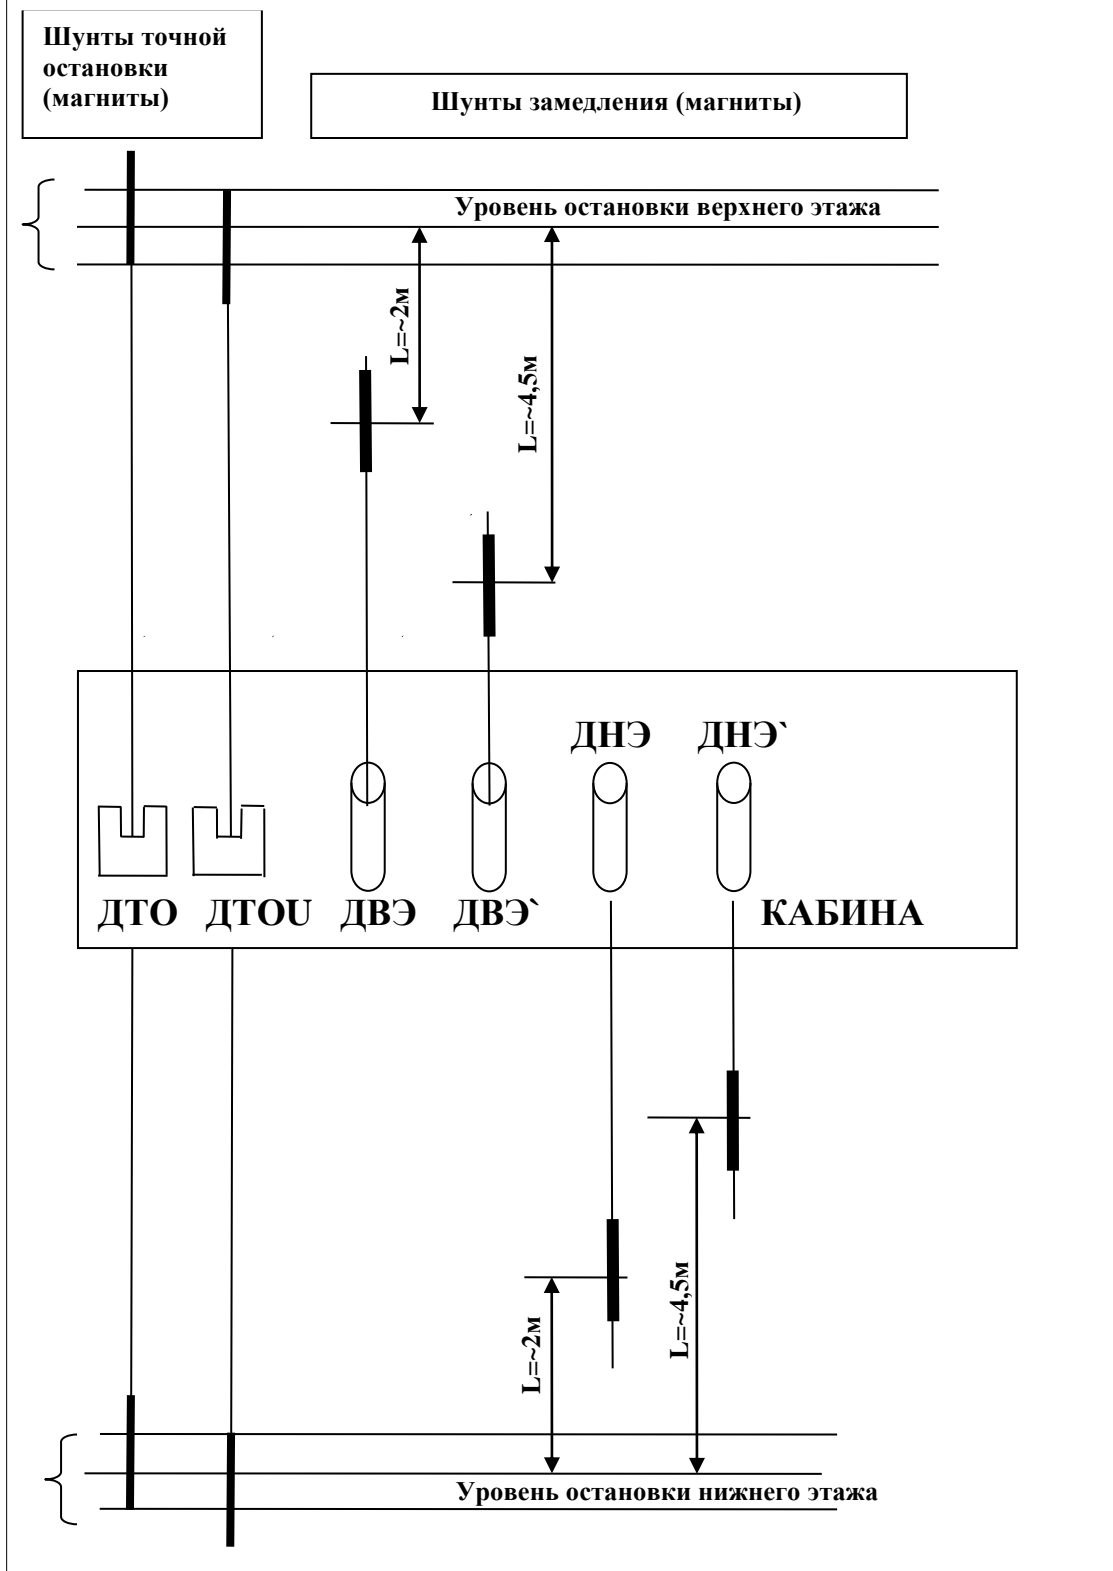

Рис. 5
2. Установить по шахте датчики точной остановки на всех этажах и датчики верхнего и нижнего этажа, как показано на Рис. 5.